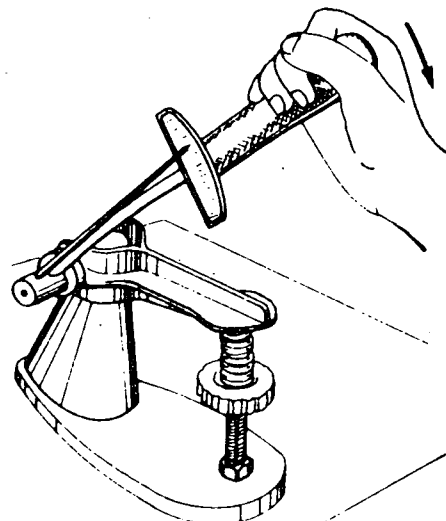

Fig. 2
- c Comprove a tensão das molas (fig. 2), segundo especificações do fabricante.